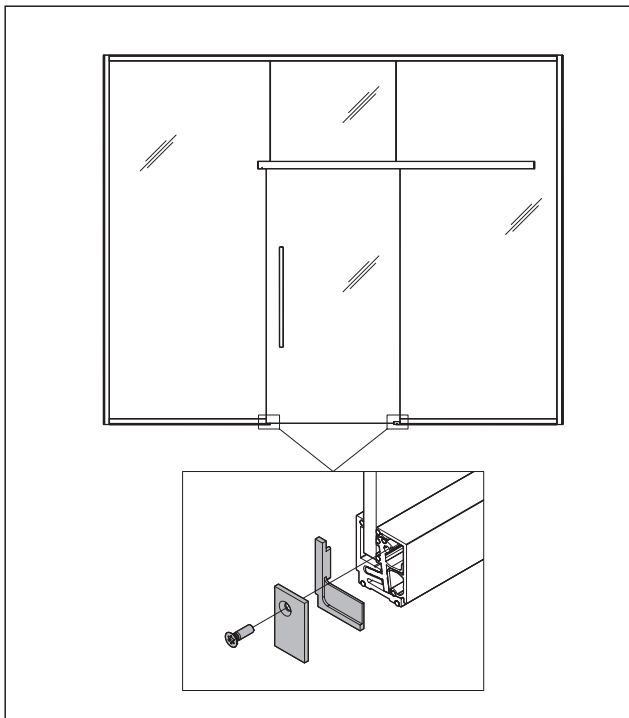

Abb. 13 Die Stirnabdeckungen im Durchgangsbereich montieren
1. Die Stirnabdeckungen jeweils rechts und links im Durchgangsbereich an die Klemmstücke montieren (Abb. 13).